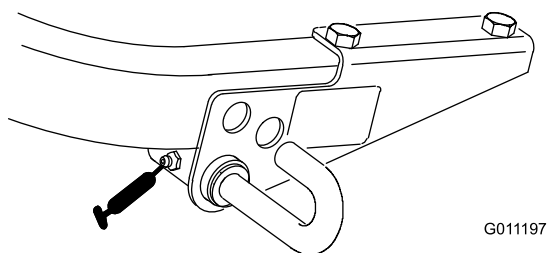

Figura 31
- Alavanca de bloqueio do corte (Figura 31).